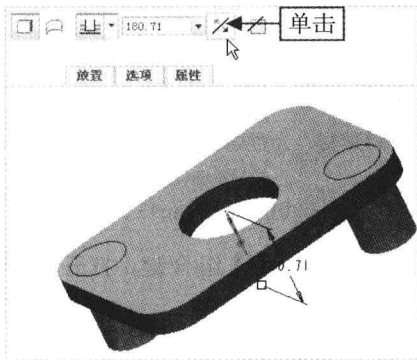

图 5-9 单击“反向”按钮
Step 03 在“拉伸”选项卡的“输入侧 1 的深度值”数值框中输入 250，并单击“反向”按钮，如图 5-9 所示。